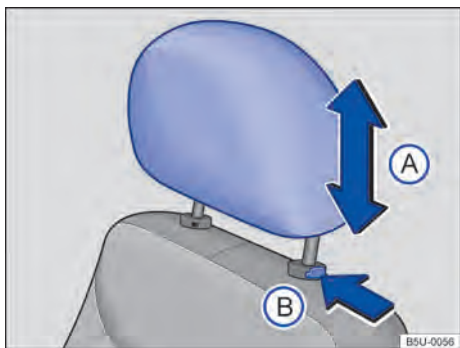

Fig. 47 Desinstalar o apoio para cabeça dianteiro.
- Pressionar o botão → Fig. 47 (B) no sentido da seta. Retirar o apoio para cabeça com o botão pressionado.